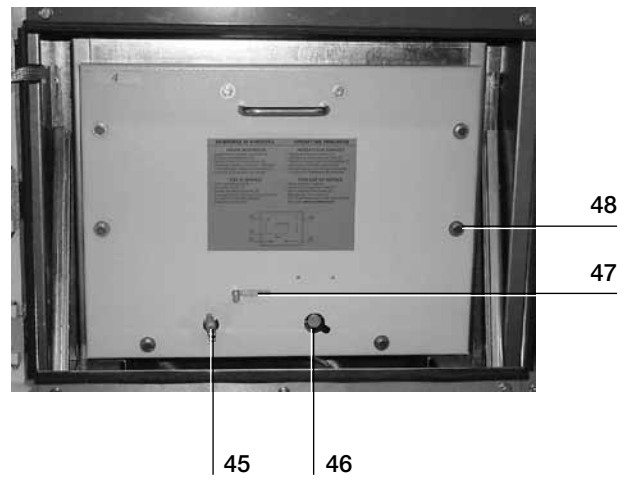

Fig. 11d
- Actuateur du cadenas de fermeture de la porte (45) (fig. 11d);
- axe de manoeuvre du levier d'embrochage/sectionnement (46) (fig. 11d)
- pieu de déverrouillage du cadenas de fermeture de la porte (47) (fig. 11d)
- vis de fermeture de la porte (48) (fig. 11d)